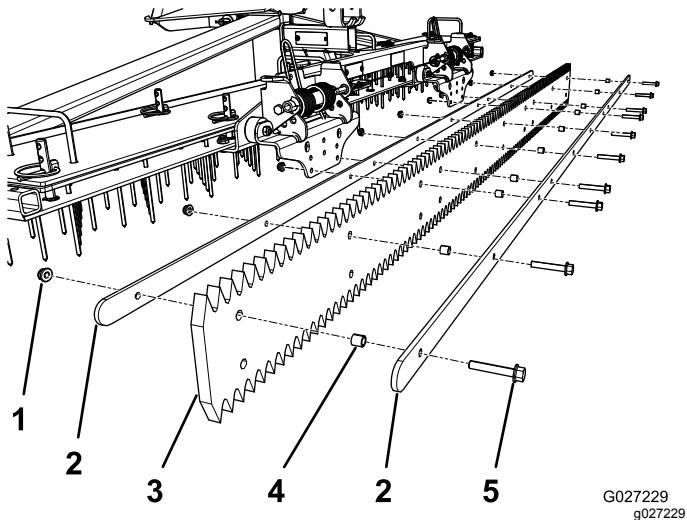

Bild 12
1. Entfernen Sie die zehn Muttern und zehn Schrauben, mit denen die zwei Stützriemen am Gummiglättler befestigt sind (Bild 12).